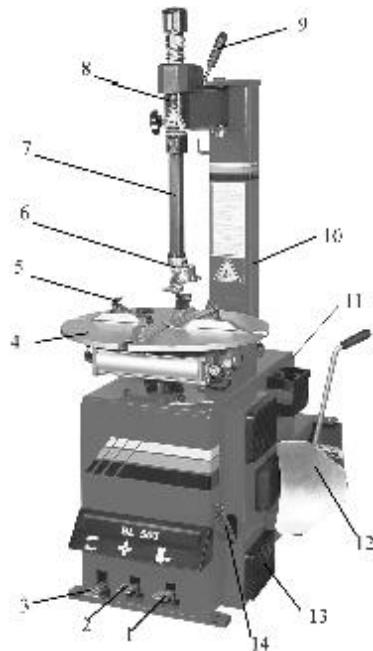

Рис.2
2) Нажмите педаль вращения стола (3, рис.2). Монтажный стол должен вращаться по часовой стрелке. Поднимите педаль. Стол должен вращаться против часовой стрелки.
3) Нажмите педаль отжима покрышки (1, рис.2) до срабатывания лопаты отжима. При отпусканье педали она должна вернуться в исходное положение.
4) Нажмите педаль зажима кулаков (2, рис.2) для разведения кулаков. При повторном нажатии на педаль кулаки сходятся.
3) Установите колесо на монтажный стол (4, рис.2).
Поместите четыре кулачка (5, рис.2) в положение, отмеченное маркировкой на столике, выжимая до половины вниз педаль зажима (2, рис.2).
5) Опустите штангу (7, рис.2), пока монтажная головка (6, рис.2) не окажется рядом с ободом над колесом. При помощи блокировки зафиксируйте положение штанги.
7) Поднимите закраину покрышки на носик монтажной головки (3, рис.2).
9) Удерживая монтажную лопатку (14, рис.2) в нужном положении, вращайте стол по часовой стрелке, полностью выжав педаль вращения стола. Продолжайте, пока шина полностью не отделится от обода.
3 Задействуйте обод колеса при помощи внутренних частей кулачков (5, рис.2).
4 Замечание: если вы работаете с ободами одного и того же размера, нет необходимости постоянно фиксировать и освобождать штангу. Вместо этого сдвиньте в сторону плечо (8, рис.2) с зафиксированной штангой (7, рис.2).